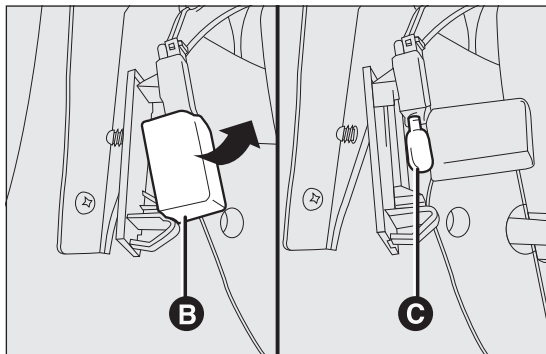

РИС. 141
- открыть защитный кожух В РИС. 141 и заменить лампу С РИС. 141, вставленную под нажимом;